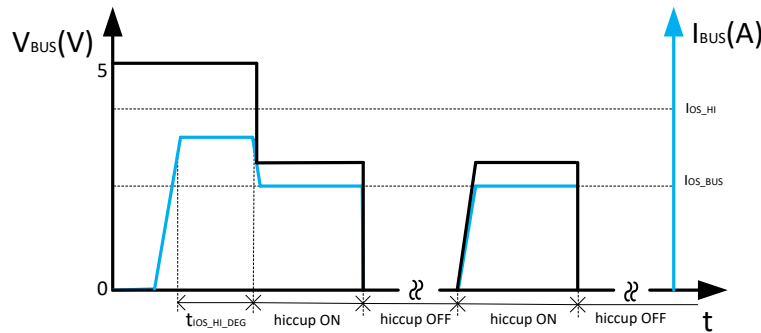

図 10-6. バス過電流保護
- 2 つ目の状態は、負荷電流が I_{OS_BUS} 以上まで増加したにもかかわらず、 I_{OS_HI} の設定より低い場合です。このデバイスでは $t_{IOS_HI_DEG}$ の間、USB ポートから I_{OS_BUS} への電流に制限をかけずに、USB ポートからこの大きな電流を出力することが可能です。グリッチ除去時間 $t_{IOS_HI_DEG}$ が経過すると、デバイスは I_{OS_BUS} への出力電流を制限し、電流制限モードを維持して動作します。負荷によって I_{OS_BUS} 以上の電流が要求されると、図 10-6 に示すように、USB 出力電圧は $I_{OS_BUS} \times R_{LOAD}$ (抵抗性負荷) まで低下します。過電流制限状態が 4.1ms 以上続くと、対応の USB チャンネルは、オフ時間 524ms、オン時間 4.1ms のヒカップ・モードに入ります。他の USB チャンネルは正常に動作します。